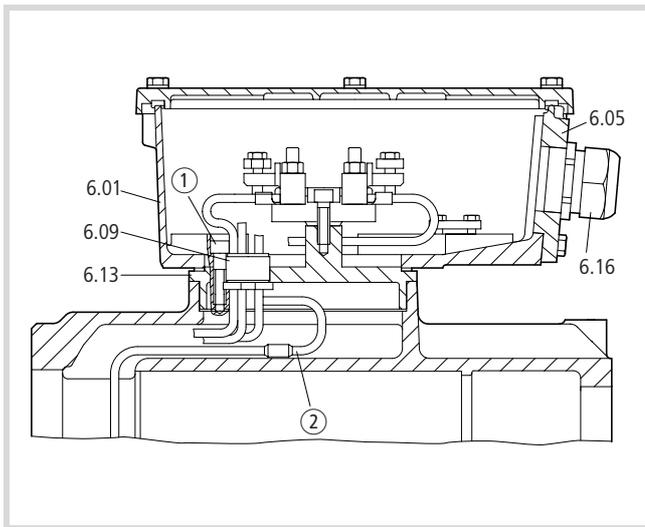

Figure 14 : Démontage de la boîte à bornes de la plaque de passage
- ▶ Dévissez les vis de fixation ① (→ fig. 14).
Pour déconnecter le bobinage du stator sur les moteurs avec passages de conducteurs noyés, procédez comme suit (→ fig. 14) :